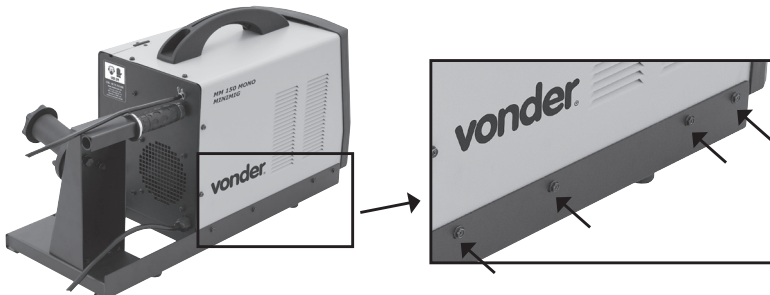

Fig. 5 – Montagem do suporte na máquina
- 2 – Coloque a máquina MM 150 sobre o suporte, Fig. 5;
- 3 – Posicione os 4 furos laterais do suporte nas 4 roscas da máquina MM 150, Fig. 5;